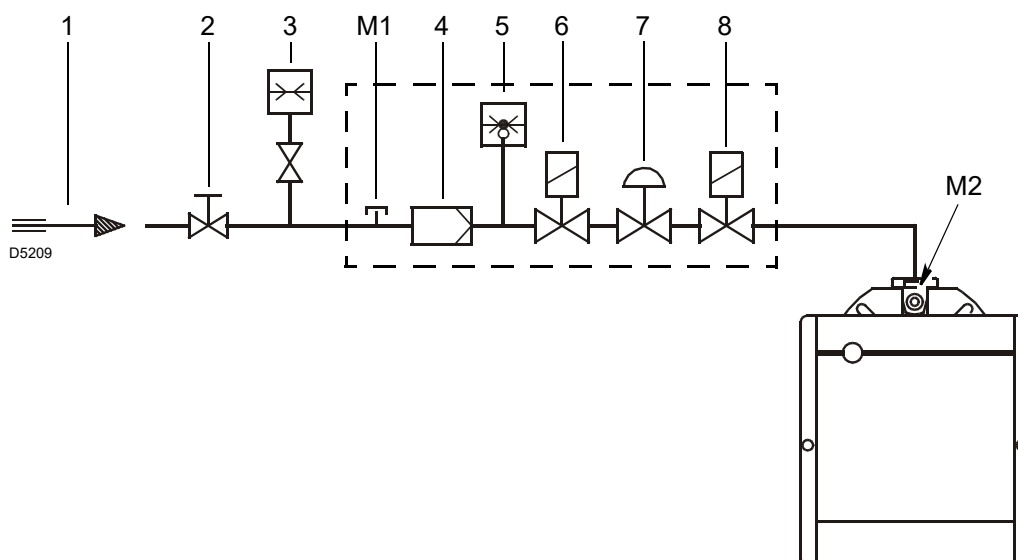

Fig. 17
Leyenda (Fig. 17)
Presión del gas medida en la toma M2)(Fig. 17 en pág. 19), con:
- sustraer de la presión del gas en la toma M2)(Fig. 17 en pág. 19) la presión cámara de combustión.
Presión del gas en la toma M2)(Fig. 17) = 10,0 mbar
Para conocer la presión del gas necesario en la toma M2)(Fig. 17), fijada la potencia máxima de modulación a la cual se desea que funcione el quemador:
- Leer a la derecha, columna 1, la presión en la toma M2)(Fig. 17 en pág. 19).